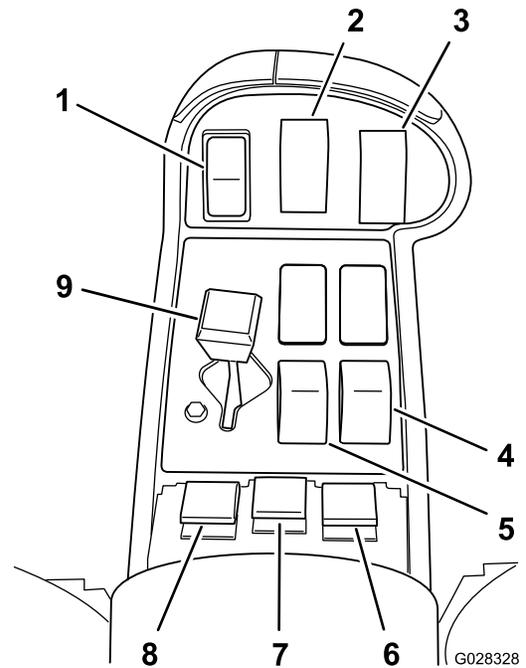
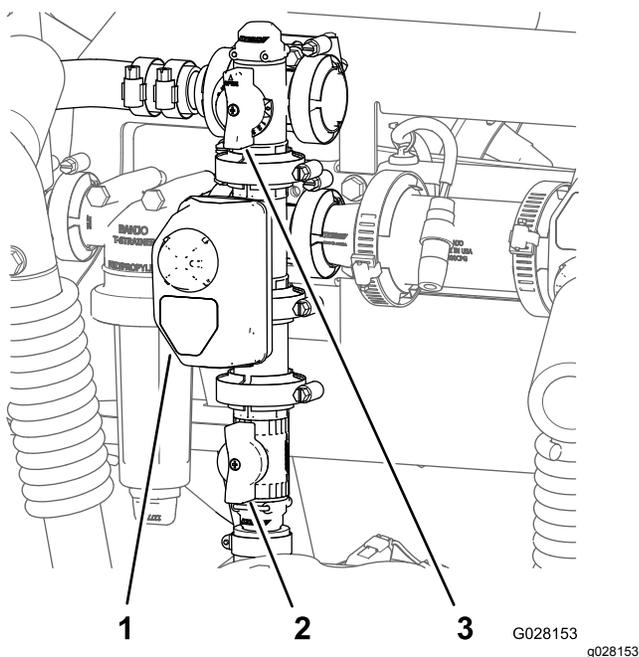

Figura 14
Figura 15
El interruptor del caudal de aplicación está situado en el salpicadero, a la derecha del volante (Figura 14). Pulse y mantenga pulsado el interruptor hacia adelante para aumentar la presión del sistema de fumigación, o púlselo y manténgalo pulsado hacia atrás para reducir la presión.
Los interruptores de sección están situados en el panel de control, a la derecha del asiento (Figura 14). Mueva cada interruptor hacia adelante para activar la sección de brazo correspondiente, y hacia atrás para desactivarla. Cuando el interruptor está en la posición de Activado (ON), se encenderá el indicador del interruptor. Estos interruptores sólo afectan al sistema de fumigación cuando el interruptor maestro está en la posición de Activado.
El interruptor de la bomba está situado en el panel de control, a la derecha del asiento (Figura 14). Mueva este interruptor hacia adelante para poner en marcha la bomba, o hacia atrás para parar la bomba. Cuando el interruptor está activado, se enciende la luz del interruptor.
Los interruptores de elevación de los brazos están situados en el panel de control, a la derecha del asiento y se utilizan para elevar los brazos izquierdo y derecho respectivamente (Figura 14).
El interruptor de agitación está situado en el panel de control, a la derecha del asiento (Figura 14). Mueva este interruptor hacia adelante para activar la agitación en el depósito, o hacia atrás para detener la agitación. Cuando el interruptor está activado, se enciende la luz del interruptor. Para activar la agitación, es necesario encender la bomba del sistema de fumigación y poner en marcha el motor a una velocidad superior al de ralentí. La válvula de agitación está situada detrás del depósito (Figura 15).
La válvula de desvío de agitación redirige el caudal de fluido a la bomba del sistema de fumigación cuando se desactiva la agitación (Figura 15). La válvula de desvío de agitación está situada encima de la válvula de agitación. La válvula de desvío puede ajustarse para que la presión permanezca constante durante la agitación; consulte Calibración de la válvula de desvío de la agitación \(página 38\).
La válvula de control de agitación es una válvula de bola manual que controla el flujo a las boquillas de agitación del depósito principal (Figura 15). Esta válvula permite al usuario controlar la presión del sistema de fumigación en las boquillas de agitación del depósito principal cuando se requieren caudales de aplicación mayores.